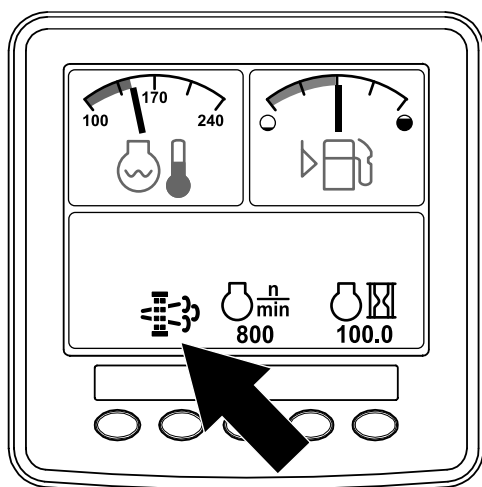

Рисунок 16
- Когда компьютер двигателя запрашивает стационарную или восстановительную регенерацию, на дисплее инфо-центра появляется значок запроса на регенерацию (Рисунок 16).